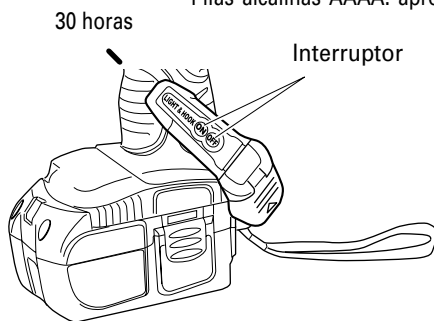

Fig. 14
(3) Empleo como luz auxiliar
- (b) La dirección de la luz se puede ajustar dentro del alcance de las posiciones 1 - 5 del gancho. (Fig. 14)